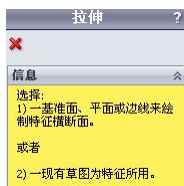

图 7-80 【拉伸】属性设置的信息框
(1) 单击【曲面】工具栏中的  【拉伸曲面】按钮或者选择【插入】|【曲面】|【拉伸曲面】菜单命令,弹出【拉伸】属性设置的信息框,如图 7-80 所示。